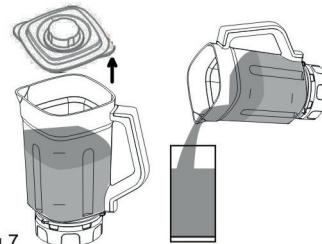

Fig 7
- Lyft av locket och servera direkt ur blenderkannan (4). Fig 7.